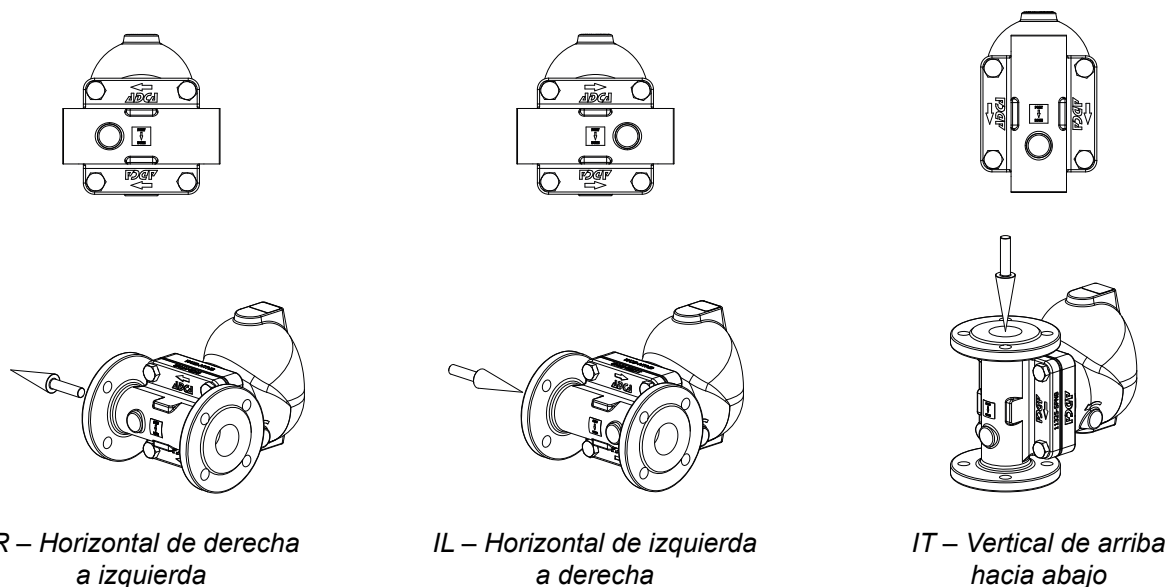

Fig. 2 – Opciones de dirección de flujo para trampas de vapor con conexiones en línea
1. Afloje los tornillos (10) gradualmente siguiendo un patrón cruzado y separe la tapa (2) del cuerpo (1).
2. Retire la junta del cuerpo (3), desatornille los tornillos (4A), retire la junta (5) y el conjunto del mecanismo (4, 6, 7, 8, 9).
3. Limpie a fondo las superficies del cuerpo (1) y la tapa (2), sin dejar restos de grafito.
4. Gire el cuerpo (1) para que la dirección del flujo sea la deseada, según la Fig. 2.
5. Coloque una nueva junta (5) y monte el conjunto del mecanismo (4, 6, 7, 8, 9) sobre el cuerpo (1), con el purgador de aire automático (9) apuntando hacia arriba.
6. Fije el asiento (4) apretando los tornillos (4A) con el par de apriete recomendado – véase sección 9.6 – Pares de apriete.
7. Coloque una nueva junta del cuerpo (3) e instale la tapa (2) con la parte saliente apuntando hacia arriba.
8. Aplique un lubricante adecuado en las roscas de los tornillos (10) y apriete gradualmente siguiendo un patrón cruzado hasta alcanzar el par de apriete recomendado – véase sección 9.6 – Pares de apriete.
2. La trampa de vapor puede instalarse en cualquiera de las posiciones mostradas en la Fig. 2